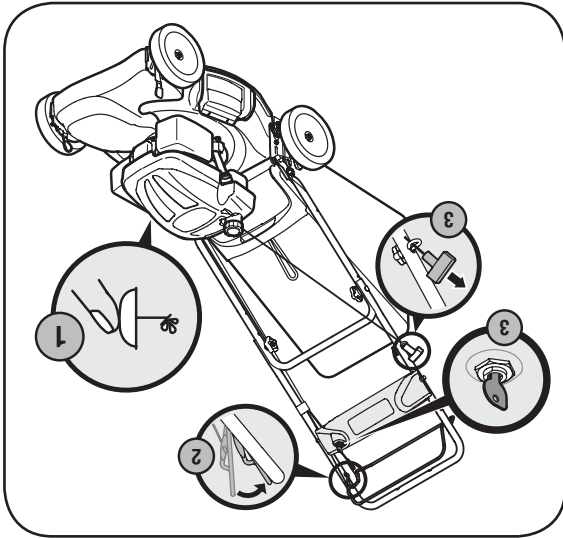

Figure 4-3 Modèles équipés d'un amorceur
1. Appuyez 3 fois sur l'amorceur. Attendez environ 2 secondes entre chaque pression. Voir la Figure 4-3. Si la température est inférieure à 10° (50°F), appuyez 5 fois. Lorsque le moteur est chaud, une seule pression peut être suffisante, quelle que soit la température.
Tirez sur la poignée du démarreur jusqu'à ce que vous sentiez une légère résistance, puis tirez plus rapidement pour surmonter la compression, empêcher le recul et faire démarrer le moteur. Répétez au besoin. Voir la Figure 4-3. Ne laissez pas la poignée du démarreur trapper le guide de la corde. Ramenez-la doucement pour éviter d'endommager le démarreur.
Tournez la clé de contact vers la droite pour mettre le moteur en marche. Lâchez la clé dès que le moteur tourne. Voir la Figure 4-3.